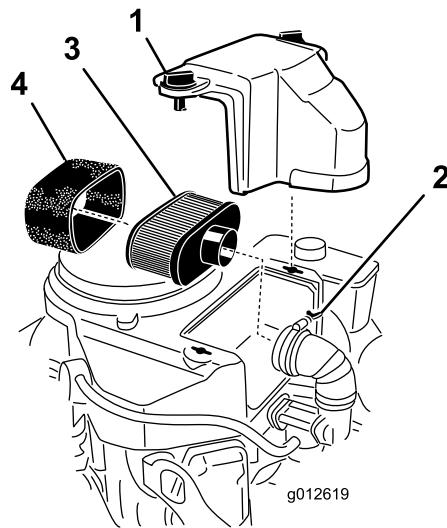

Figura 19
- Limpie alrededor del limpiador de aire de forma que la suciedad no penetre en el motor y cause daños (Figura 19).
- Desenrosque los pomos de la cubierta y retire la cubierta del limpiador de aire (Figura 19).
- Desenrosque la abrazadera y retire el conjunto del limpiador de aire (Figura 19).
- Retire cuidadosamente el filtro de gomaespuma del filtro de papel (Figura 19).
- No llimpie el filtro de papel, cámbielo (Figura 19)
- Deslice cuidadosamente el filtro de gomaespuma sobre el filtro de papel (Figura 19).
- Coloque el conjunto del limpiador de aire sobre la base del limpiador de aire y fíjelo con 2 tuercas de orejeta (Figura 19).
- Coloque en su posición la cubierta del limpiador de aire y apriete el pomo de la cubierta (Figura 19).